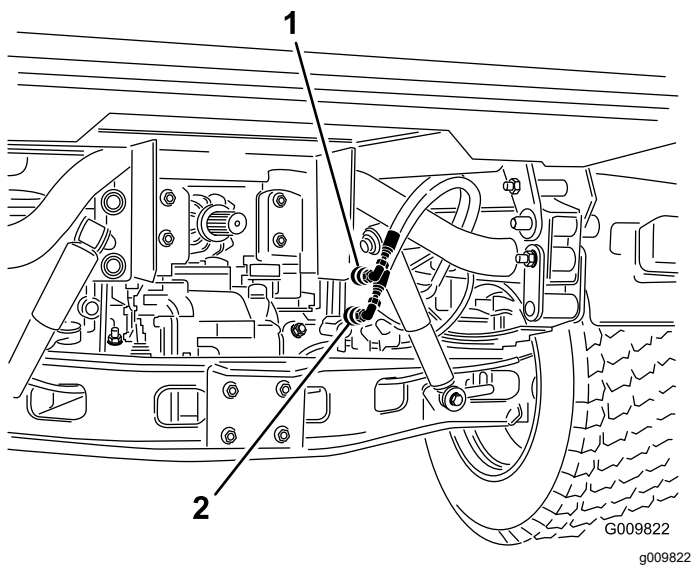

Figure 73
2. Sur les deux machines, débranchez les 2 flexibles à coupleurs rapides des flexibles fixés au support de coupleur (Figure 73).